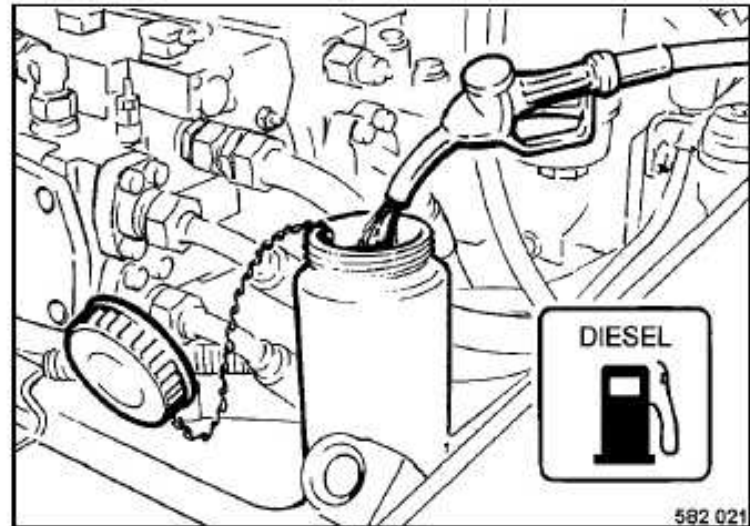

Fig. 97
- Abrir la tapa de cierre (Fig. 97) del depósito de combustible.